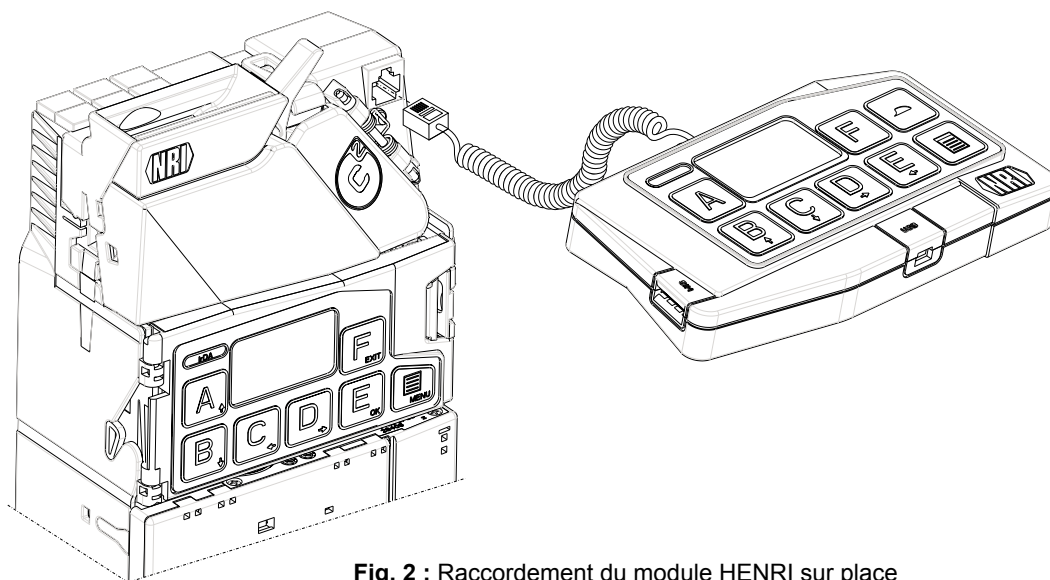

Fig. 2 : Raccordement du module HENRI sur place
Insérez la fiche RJ-45 du câble de raccordement dans la prise située en haut à droite du monnayeur-rendeur afin de raccorder le module HENRI au monnayeur-rendeur (voir fig. 2).
- 4** Branchez le bloc d'alimentation en insérant le câble d'alimentation dans la prise secteur. L'écran du testeur WinSPT affiche « SPT(C) NRI vx.x_ ».
- 5** Insérez la fiche de raccordement du module HENRI dans la prise située en haut à droite du monnayeur-rendeur (voir fig. 2).